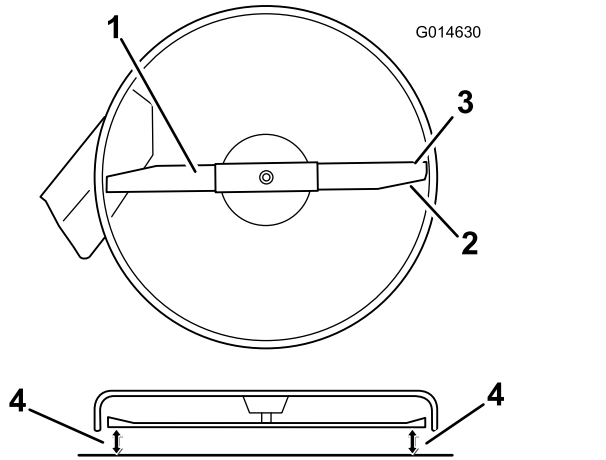
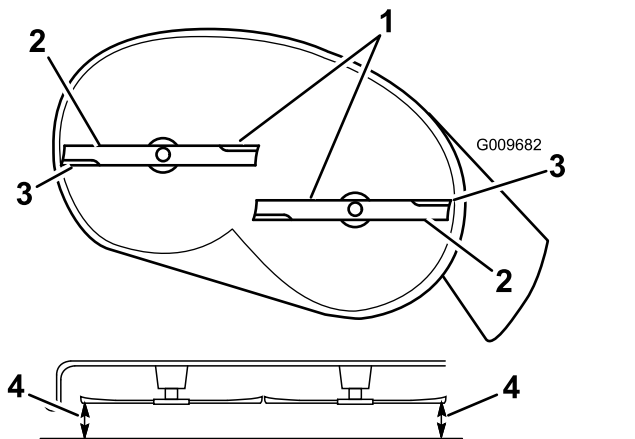

Figura 65
Figura 66
4. Rode com cuidado a(s) lâmina(s) para que todas fiquem alinhadas (Figura 65 e Figura 66).
5. Meça entre as extremidades de corte exteriores e a superfície plana (Figura 65 e Figura 66).